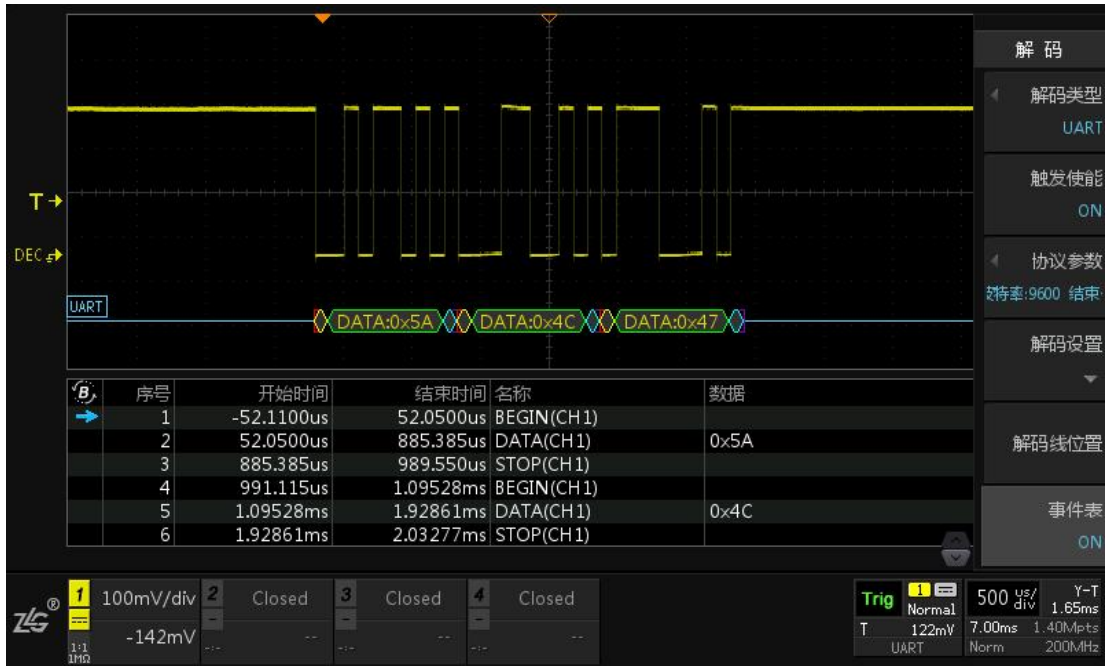

图 15.38 UART 协议触发与解码
- 6、 按下【事件表】软键，使其显示“ON”，用户可以通过查看事件表更清晰地了解 UART 协议信号。同时可以通过旋转旋钮 B 来查看各个事件，在停止状态下，短按旋钮 B 可定位到选中的解码事件。如图 15.38 所示。在停止状态下可点击【事件导出】，具体可参考 22.4.1 报表生成。
- 7、 UART 协议触发设置条件为 8 位数据位宽，触发数据为 0x5A（字符显示为 Z），波特率为 9600，1 位结束位宽，无校验模式，数据模式为默认的 LSB，电平无反相。由图 15.38 中所示可知 UART 协议触发点准确定位在数据 0x5A。